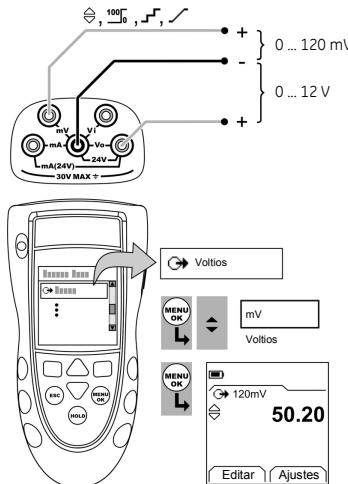

Figura 2: Ejemplo de configuración - Alimentación de mV o voltios
- Conecte el instrumento (Figura 2) y, si es necesario, ajuste las opciones de Configurar (Tabla 1).